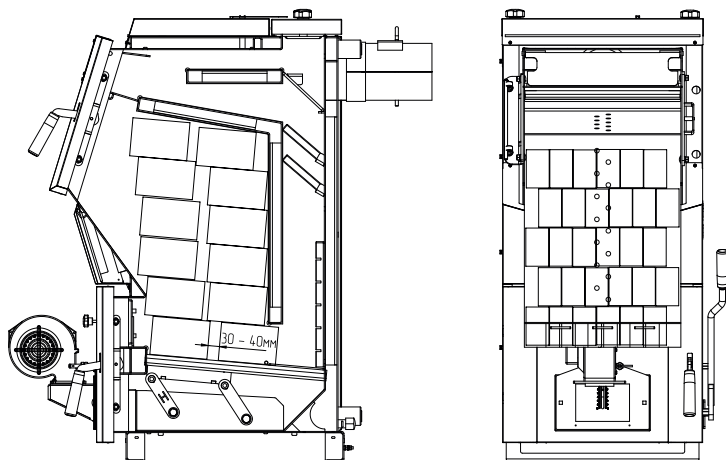
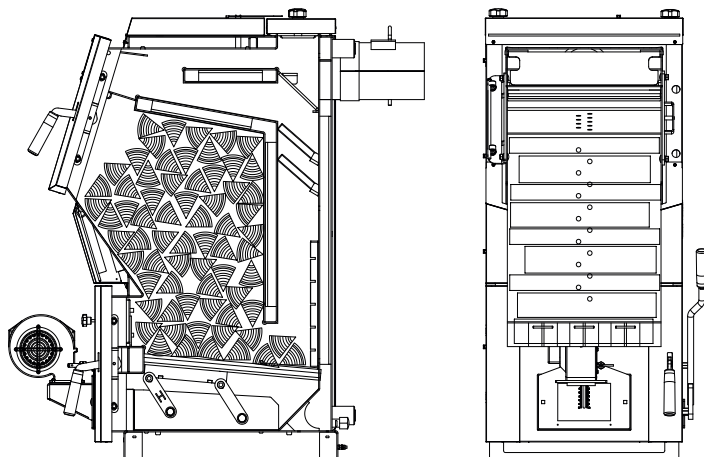
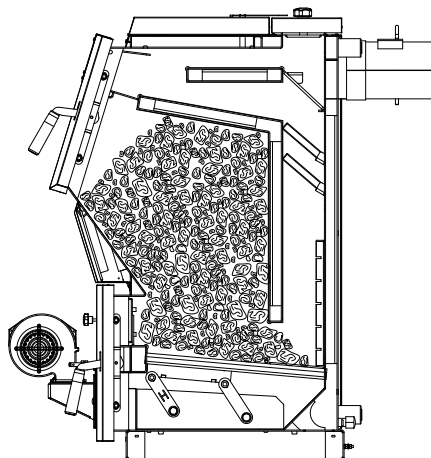

Рис.7 Схема загрузки котла древесными брикетами.
Рис.8 Схема загрузки котла дровами.
Рис.9 Схема загрузки котла углём.
- Заполнить топку котла топливом, равномерно распределяя его по всему объёму в соответствии с Рис.7, Рис.8, Рис.9;
- Заполнить топку котла топливом, равномерно распределяя его по всему объёму в соответствии с **Рис.7, Рис.8, Рис.9**;